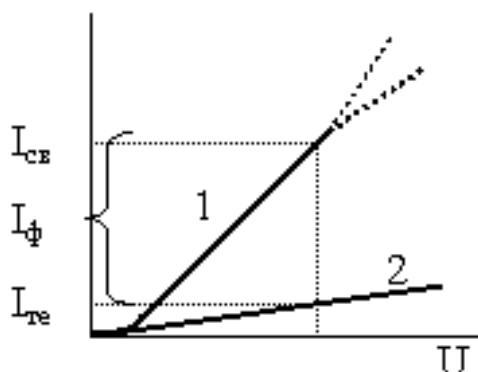

Рис. 2.6. ВАХ фоторезистора.
- вольт-амперна характеристика (рис. 2.6);
**Вольт-амперні характеристики** фоторезистора представляють собою залежність струму через фоторезистор (фотострум) від прикладеної напруги, при постійній освітленості (рис. 2.6, крива 1). Розрізняють два струми: **світловий** (1 при освітленні фоторезистора) і **темновий** (2 в темряві). У робочому діапазоні напруг ВАХ фоторезисторів при різних значеннях світлового потоку практично лінійні. Але у більшості плівкових фоторезисторів лінійність вольт-амперної характеристики порушується при малих напругах. Ця нелінійність пов'язана з явищем на контактах між окремими зернами або кристалами напівпровідника.